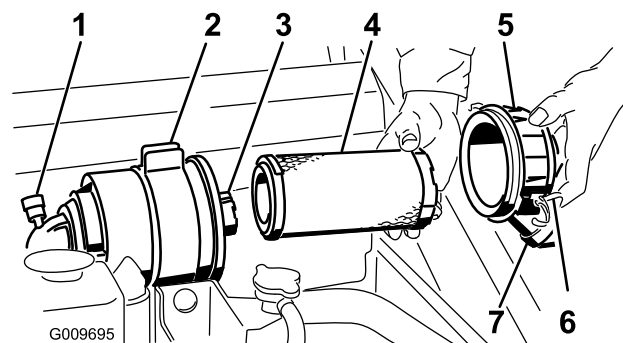

Рисунок 33
**Внимание:** Обслуживание фильтра воздухоочистителя следует производить только тогда, когда индикатор необходимости обслуживания станет красным (Рисунок 33). Замена воздушного фильтра без необходимости ведет лишь к повышению вероятности попадания грязи в двигатель при извлечении фильтра.
4. Освободите защелки воздухоочистителя и отделите крышку от корпуса воздухоочистителя (Рисунок 33).
1. Осторожно извлеките фильтр грубой очистки из корпуса воздухоочистителя (Рисунок 33). Старайтесь не ударить фильтр о боковую поверхность корпуса.
4. При замене контрольного фильтра будьте осторожны, вставляя новый фильтр в корпус фильтра (Рисунок 33).
5. Осторожно вставьте фильтр грубой очистки поверх контрольного фильтра (Рисунок 33). Убедитесь в том, что он полностью встал на место, надавливая на внешний обод фильтра во время его установки.
6. Установите крышку воздухоочистителя таким образом, чтобы сторона, обозначенная как UP, была обращена вверх; закрепите защелки (Рисунок 33).